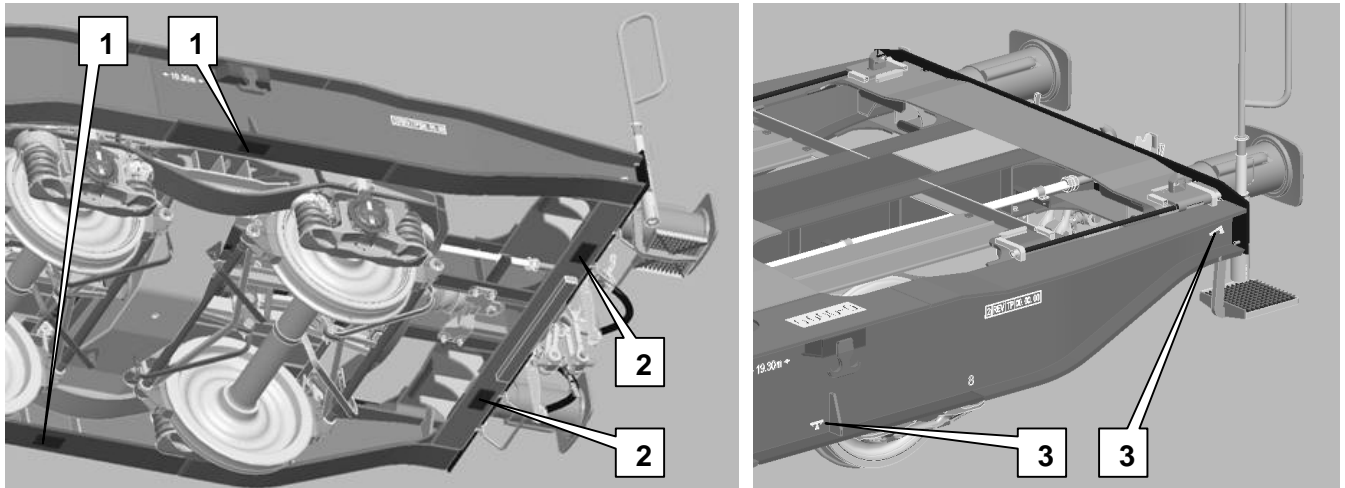

Abb. 11
Der Wagen darf nur an den Stellen, die für diesen Zweck auf den seitlichen und Stirnseiten des Wagens geschaffen sind, (**Abb. 11**) angehoben werden. Bei der Benutzung von anderen Anhebestellen kann es zu Schäden am Wagen kommen.
Der Wagen ist mit vier Anhebestellen zum seitlichen Wagenanheben (1) und mit vier Anhebestellen zum Anheben am Wagenend (2) ausgestattet (Abb. 11). Die Anhebestellen sind mit geriffelten Unterlagen ausgerüstet und mit Anhebezeichen (3) nach gültigen Vorgaben der TSI WAG- und EN 15877-1 ausgestattet.